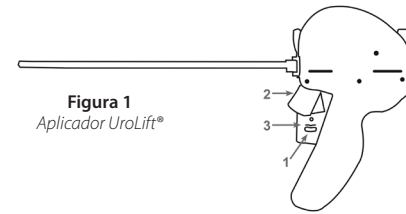

Figura 1
El aplicador (**figura 1**) está diseñado para acceder a la uretra prostática y colocar un implante a través del lóbulo prostático.
- 1.7 Inspeccione la punta del dispositivo y compruebe que la aguja no esté visible. Inspeccione el cierre de seguridad de la aguja (figura 1) y confirme que está en la posición de bloqueo (hacia delante).